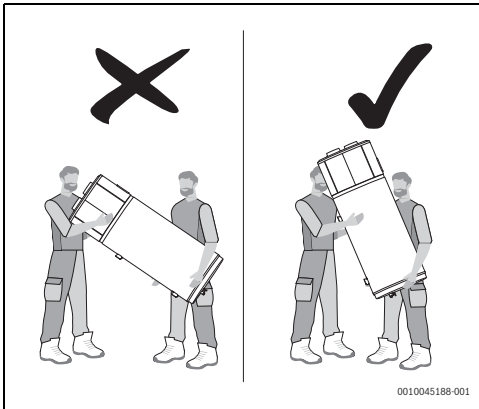

Fig. 6
- ▶ Ne pas porter l'appareil en le saisissant par les panneaux supérieurs (fig. 6).